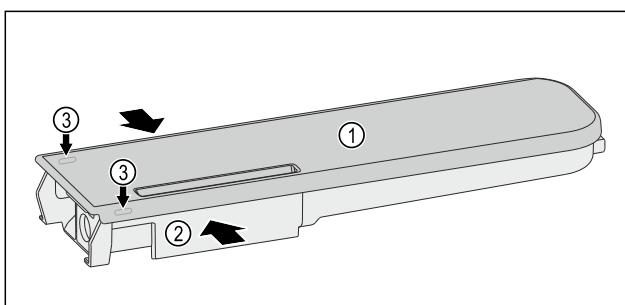

Fig. 132
- Притисніть бак для води Fig. 132 (2), обережно підчепіть і потягніть угору кришку Fig. 132 (1) за допомогою фіксувальних язичків Fig. 132 (3).
- Обережно порухайте кришку Fig. 132 (1) вперед-назад і зніміть її вгору.